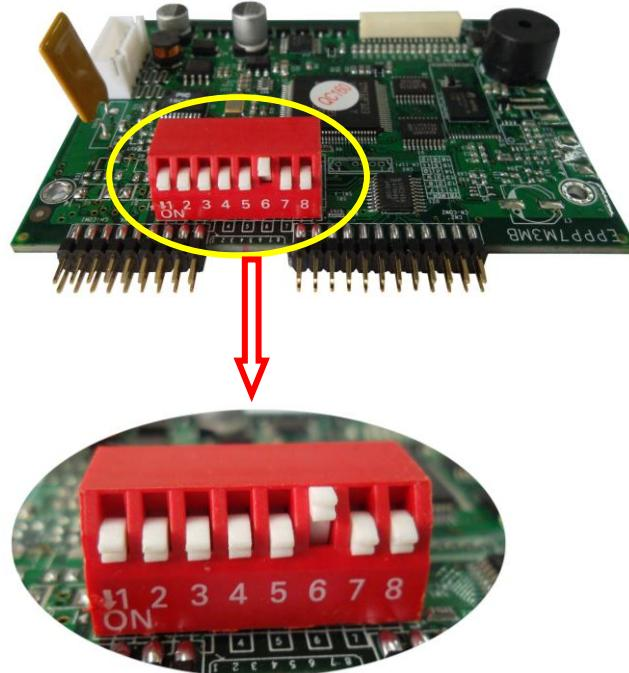

Figura 13 - Dip Switch
- O ajuste de comunicação é realizado por um conjunto de DIP switches localizado na placa eletrônica da impressora. Veja figura 13 abaixo: